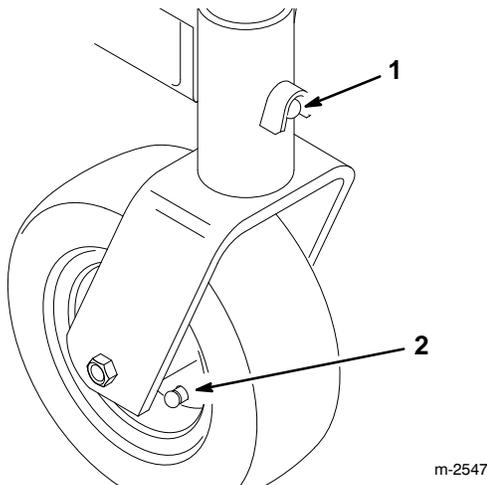

Abbildung 24
3. Die Schmiernippel an den Trägerrahmen-Montagerohren und den Ablenkrädern schmieren (Abb. 24).